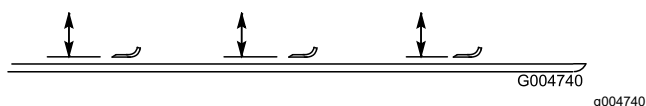

Bild 88
2. Drehen Sie die Messer, bis die Enden nach vorne und hinten zeigen und messen Sie von der Innenseite des Mähwerks bis zur Schnittkante an der Vorderseite des Messers (Bild 88).